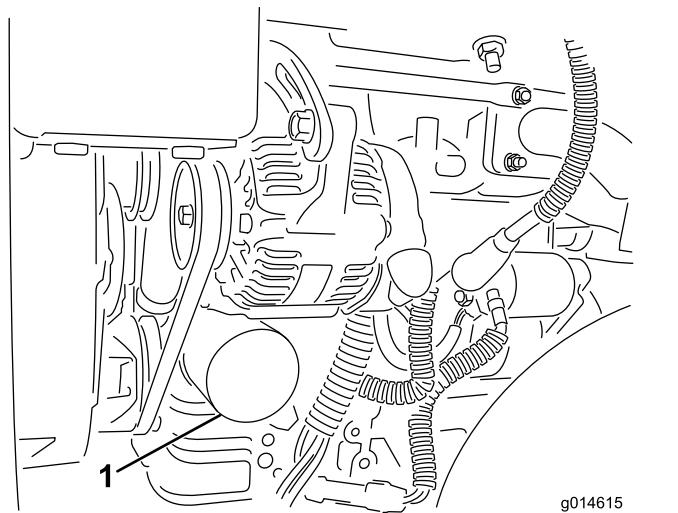

Рисунок 35
2. Снимите масляный фильтр (Рисунок 35). Нанесите тонкий слой чистого масла на прокладку нового фильтра.